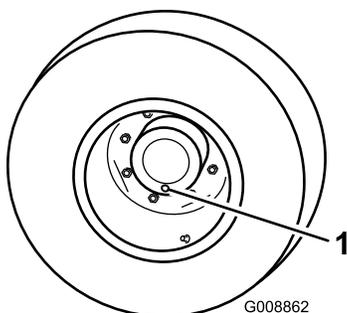

Figura 69
1. Con la máquina en una superficie nivelada, coloque una rueda de manera que uno de los tapones de verificación/drenaje (Figura 69) esté en la posición más baja (posición de las 6).